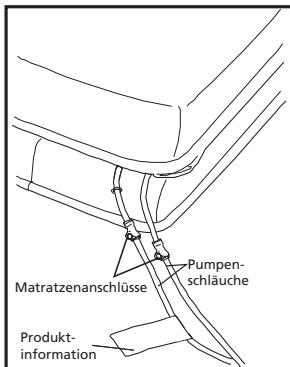

Abbildung 1 Matratzen-Schlauchanschluss
2. Schließen Sie die Pumpenschläuche an die Matratze an, siehe (Abbildung 1) unten: